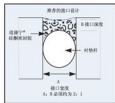

图1
3. 对于较大的接口，接口的宽度应大于密封胶的深度，(见图1, 见上列2点内容)。
4. 避免三边粘结，在接口的底部使用衬垫杆或防粘胶带，以确保密封胶仅被固定于接口的边缘，以及可在接口处自由地移动(见图1)。